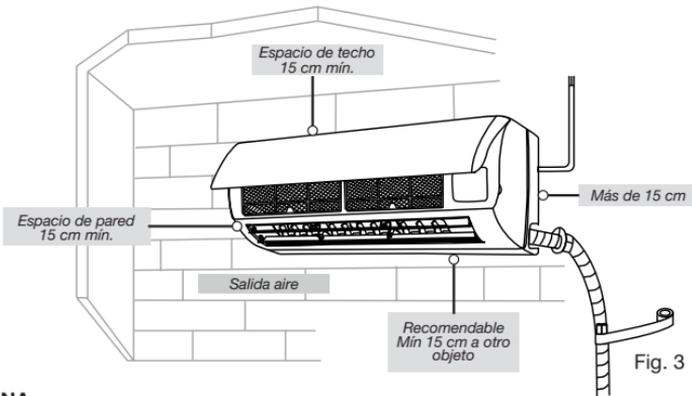

Fig. 3
- Garantice que se mantenga las distancias mínimas definidas entre el techo, paredes, muebles y otros obstáculos como se muestra en la fig. 3